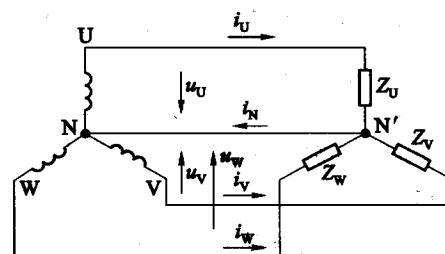

图 1-12 负载星形连接的三相四线制电路
(4) 三相负载的星形连接 如图 1-12 所示，将三相负载分别接至三相电源的相线和中线之间的接法称为三相负载的星形连接。这种接法每相负载上的电压就是电源的相电压，电路中流过每相负载的电流称为相电流  $I_p$ ，流过相线的电流称为线电流  $I_L$ ，很明显，线电流